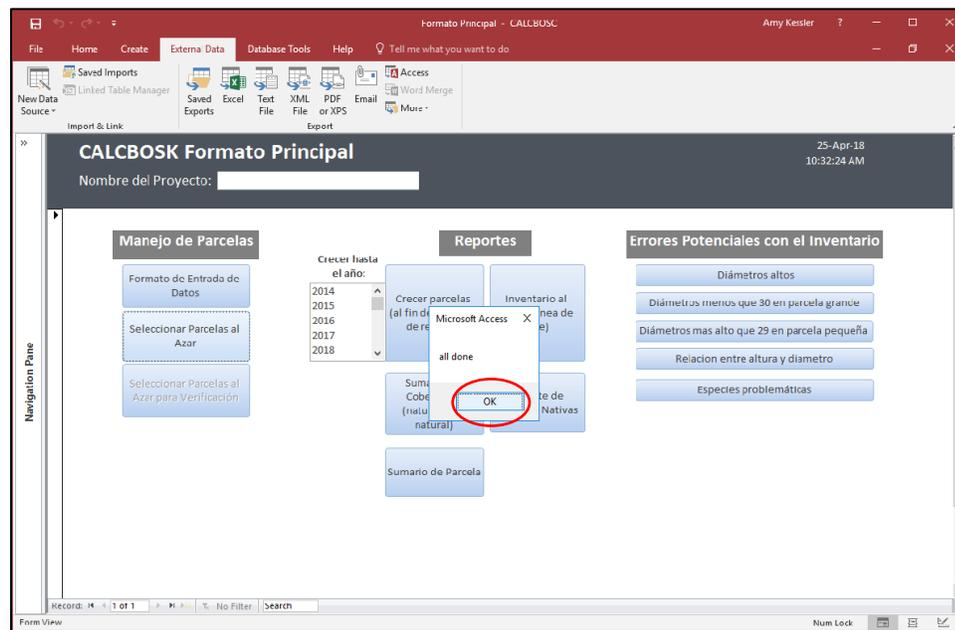

Figura 27. Seleccionar Parcelas al Azar
- 4.2 Hay que ser pacientes, esto puede tardar algunos minutos. Finalmente, una pantalla aparecerá diciendo “All Done”, seleccionar [Ok] (Figura 27).